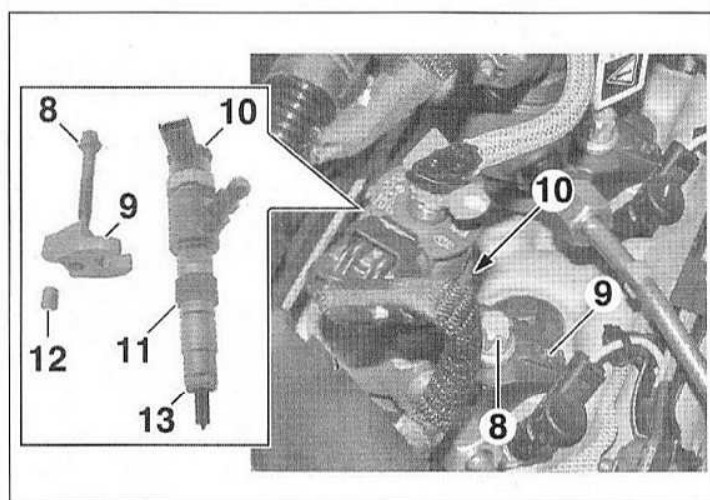

FIG.61
- Déposer les canalisations haute pression (7).
- Sur chaque injecteur, déposer (Fig.61) :
- la vis (8),
- la bride d'injecteur (9),
- l'injecteur (10),
- le fourreau porte-injecteur (11),
- le grain d'appui (12),
- la rondelle d'étanchéité (13) en utilisant si nécessaire l'outil [1] (voir opération concernée).